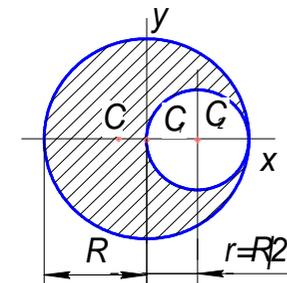

Рис.2.40
**Пример 1.** Определить положение центра тяжести круглой пластины радиуса  $R = 12$  см с вырезом радиусом  $r = 6$  см (рис.2.40)